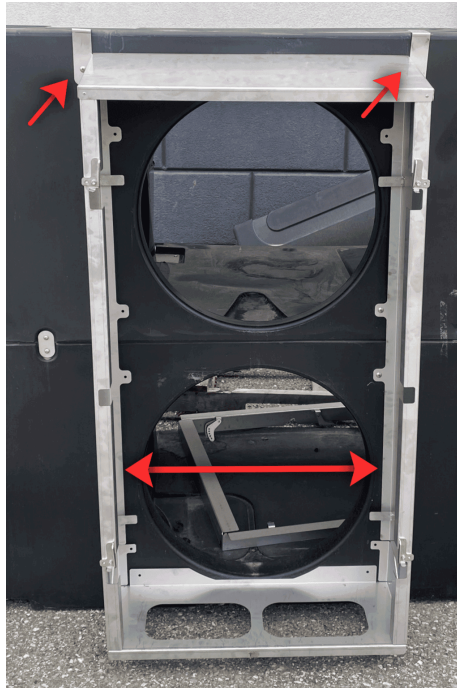

Figure 37 Positionnement du cadre par rapport à l'échangeur
- c. Utiliser les deux (2) pattes du dessus du cadre pour positionner sur l'échangeur le cadre. Garder une pression sur le cadre tant qu'il n'est pas fixé, car les pattes ne supportent pas le poids du cadre.
- d. Centrer le cadre avec les deux (2) ouvertures des ventilateurs, tel que l'illustre la Figure 37. Au besoin, utiliser un niveau pour que le cadre soit droit.